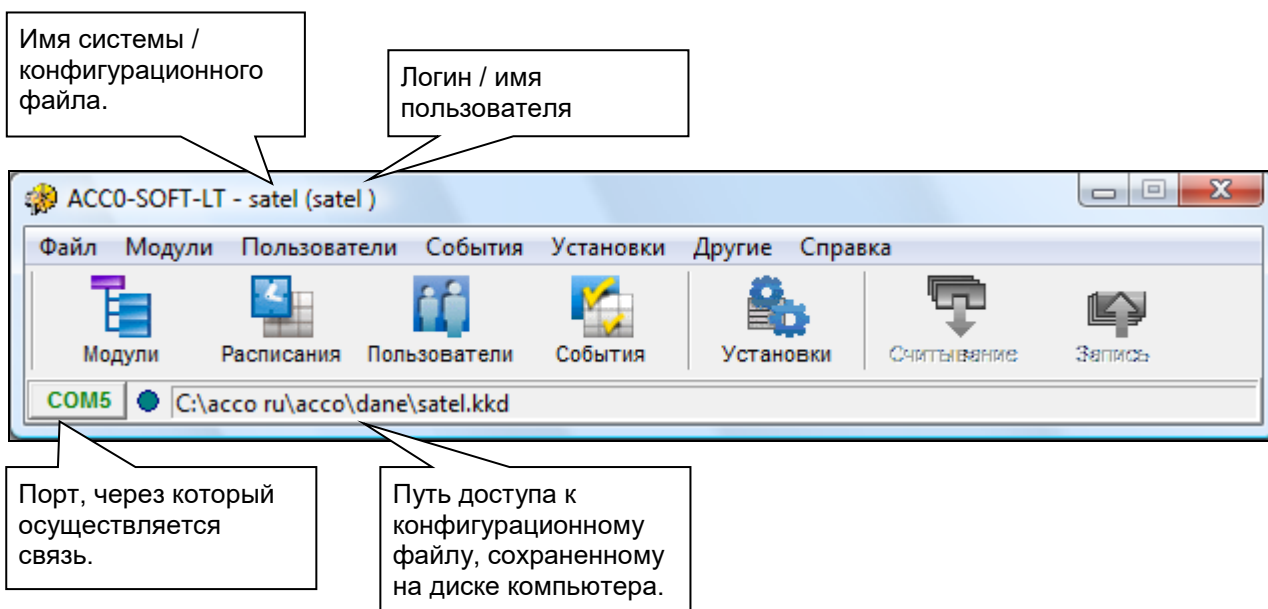

Рис. 22. Меню после создания конфигурационного файла.
- После создания конфигурационного файла (или после открытия уже существующего файла) изменится вид окна главного меню программы (см. рис. 22). Будет доступно полное меню и все кнопки.
9. После настройки модуля / модулей, сохраните новые установки. Кнопка **Запись** в окне **Список модулей** позволяет записать данные в выбранный модуль. Кнопка **Запись** находится в главном меню программы (см.: рис. 22) и позволяет записать данные во все модули в системе, в которых данные были изменены.